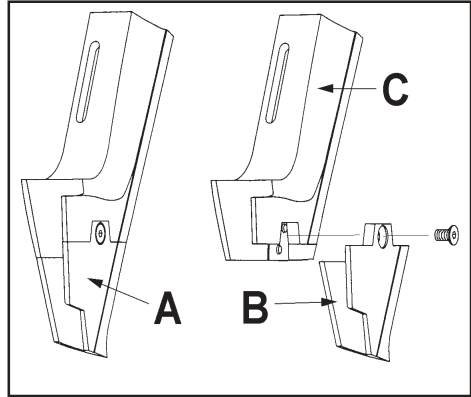

fig. 18
a) desmontar el conjunto cuchilla + portacuchillas (A, fig. 18) del brazo del equipo de siembra.
b) desmontar la cuchilla (B, fig. 18) del portacuchillas (C, fig. 18).